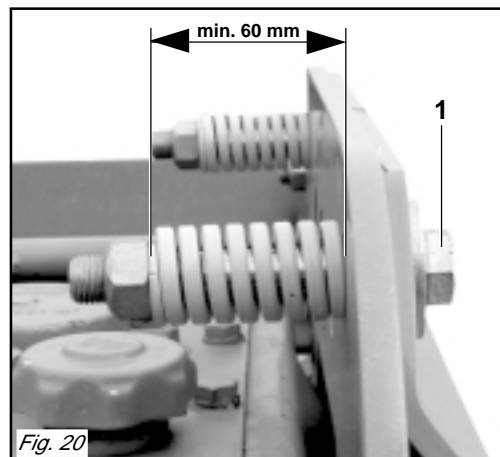

Fig. 20
Nel caso delle protezioni ammortizzate qualora si volesse variare l'elasticità della protezione avvitare le viti (1 Fig. 20) e fare attenzione che la quota minima della molla non sia inferiore di 60 mm.
*If the guards are dampened and the extent of flexibility must be varied, tighten the screws (1 Fig. 20) and make sure that the spring is not less than 60 mm in size.*
Wenn man bei den stoßgedämpften Schutzvorrichtungen die Elastizität der Schutzvorrichtungen ändern will, die Schrauben (1 Abb. 20) anziehen und darauf achten, dass der Mindestwert der Feder nicht unter 60 mm liegt.
*Dans le cas des protections amorties, pour changer l'élasticité de la protection, visser les vis (1 Fig. 20) et faire attention à ce que la dimension minimum du ressort ne soit pas inférieure à 60 mm.*
En el caso de las protecciones amortiguadas si es necesario variar la elasticidad de la protección es suficiente ajustar los tornillos (1 Fig. 20) y prestar atención a que la cota mínima del muelle no sea inferior a los 60 mm.